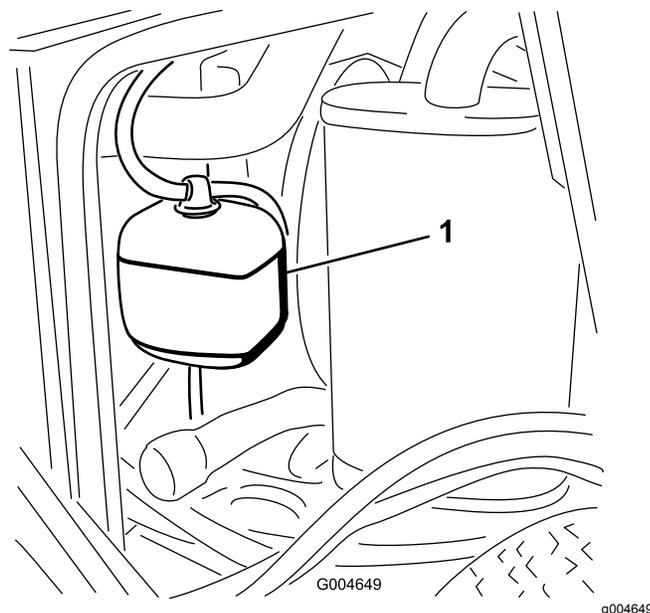

Рисунок 43
1. Проверьте уровень охлаждающей жидкости в расширительном бачке (**Рисунок 43**).